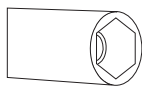

Abbildung 3
1. Benutzen Sie einen Spezialschlüssel, um die Düse zu entfernen und zu installieren (siehe Abbildung 3).